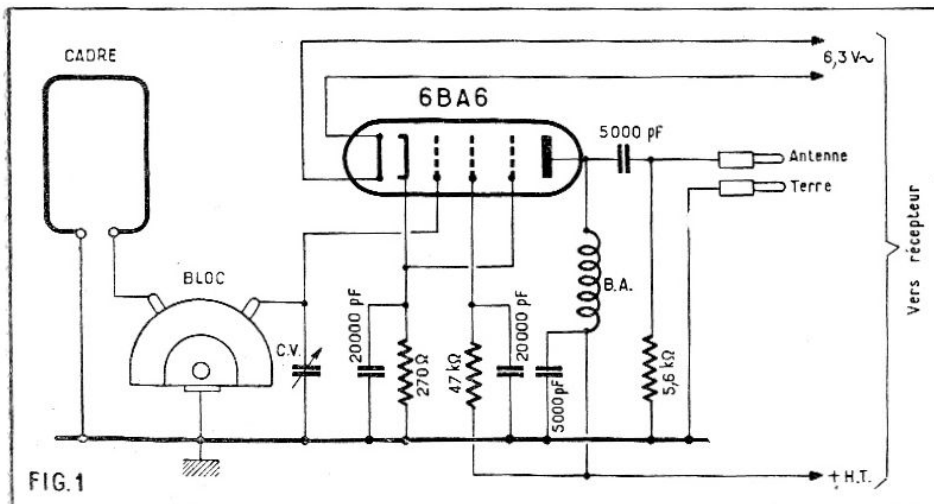

FIG. 1
Le schéma du cadre qui a été étudié pour vous est donné à la figure 1. Vous y voyez la boucle collectrice qui pratiquement est monospire. La partie marquée « Bloc » est l'ensemble des bobinages formant le transformateur HF d'adaptation. En OC la self de la boucle permet l'accord direct sur cette gamme de fréquence par le condensateur variable CV, il n'y a pas besoin de transformateur d'adaptation. Mais pour les gammes PO et GO il en est autrement, le bloc comporte donc un transformateur pour chacune de ces deux gammes. Un commutateur à deux sections trois positions réalise à volonté les liaisons suivantes : cadre directement branché sur CV (OC), cadre relié au CV par l'intermédiaire du transformateur PO, cadre relié au CV par le transformateur GO.